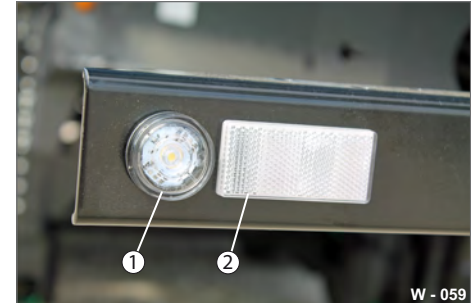

Abb. 66 Begrenzungsleuchte stirnseitig
- ▶ Lösen Sie die LED-Leuchte (Abb. 66/1).
- ▶ Ersetzen Sie den Rückstrahler (Abb. 66/2) bei Defekten - aufkleben.